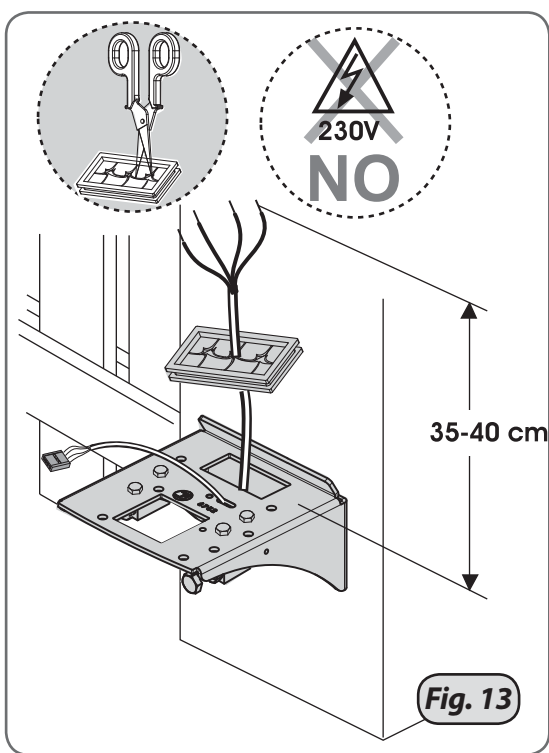

**Fig. 11**
**2) Battute sulla piastra di fissaggio:** in particolari installazioni dove non è possibile utilizzare le battute a terra, viene predisposta la possibilità di fissare dei blocchetti di battuta in apertura e in chiusura, secondo lo schema di fig.11 e fig.12, sotto la Piastra di Ancoraggio. Tale scelta deve essere fatta prima di installare il gruppo motoriduttore sulla Piastra di Ancoraggio.
**2) End stops on anchor plates:** in special installation where ground end stops cannot be used, there is the possibility of securing opening and closing end stop blocks, according to fig.11 and fig.12, under the Anchor Plate. This choice must be made before installing the geared motor unit on the Anchor Plate.
**2) Butées sur la plaque de fixation :** en cas d'installations spéciales qui ne permettent pas l'utilisation des butées au sol, il est prévu de fixer des blocs d'arrêt en ouverture et en fermeture, selon le schéma de la fig.11 et fig.12, sous la Plaque de Fixation. Ce choix doit être effectué avant d'installer le groupe motoréducteur sur la Plaque de Fixation.
**2) Anschläge an der Verankerungsplatte:** insbesondere bei Installationen, bei denen Bodenanschläge nicht verwendet werden können, besteht die Möglichkeit zur Anbringung von Anschlägen unter der Verankerungsplatte, siehe Abb. 11 und Abb. 12. Der Toranschlag muss vor dem Einsetzen und Fixieren des Getriebemotors an der Verankerungsplatte gewählt werden.
**2) Topes sobre la placa de fijación:** en instalaciones particulares en donde no es posible utilizar topes de tierra, se predispone la posibilidad de fijar bloques de tope durante la fase de apertura y de cierre, según el esquema de la fig. 11 y fig.12, debajo de la Placa de Anclaje. Esta selección debe ser realizada antes de instalar el grupo del motorreductor sobre la Placa de Anclaje.
**2) Aanslagen op ankerplaat:** in bijzondere installaties waarin de aanslagen aan de grond niet kunnen worden gebruikt, kunnen aanslagblokken voor het openen en sluiten worden aangebracht onder de ankerplaat, zie de schema's van fig. 11 en fig.12. Maak deze keuze voor u de reductiemotorgroep op de ankerplaat installeert.